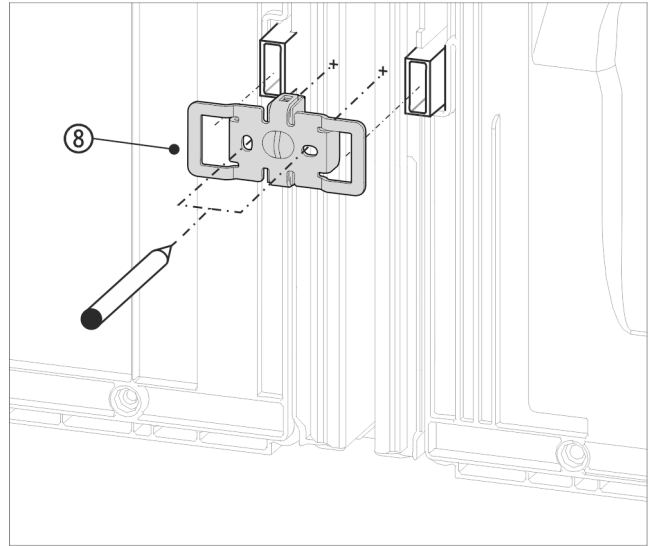

Fig. 17 Esimerkkikuva
- Työnnä kulma Fig. 17 (8) aukkoineen seinävälikkeen kiinnitykselle.